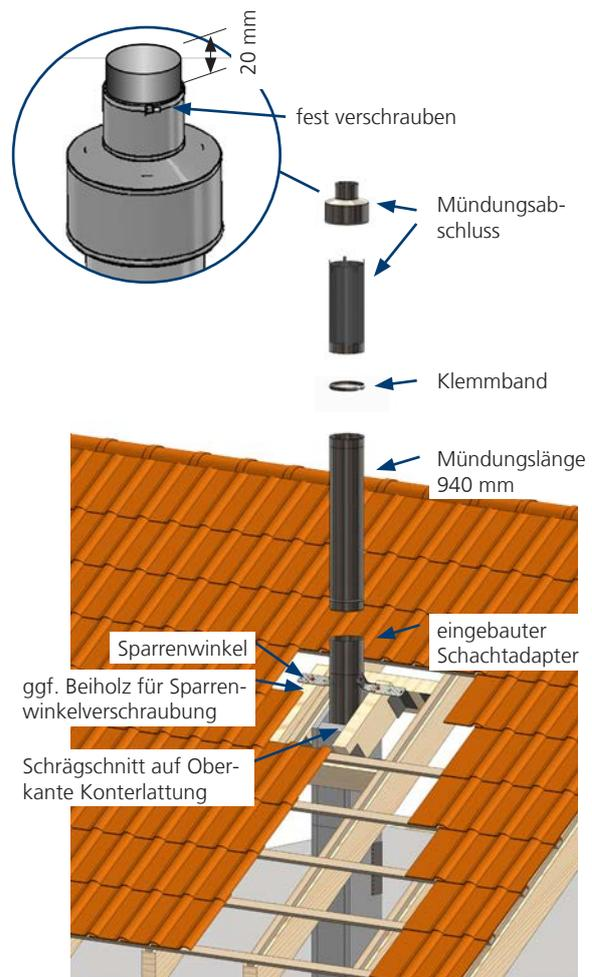

Abb. 39: typische Mündungsausführung für PolyCase DN 100 bis 250
- Mündungselemente auf erforderliche Höhe über Dach montieren, und PP-Abgasleitung ≥ 2 cm über Oberkante Wetterchutzhaube führen (Abb. 39).